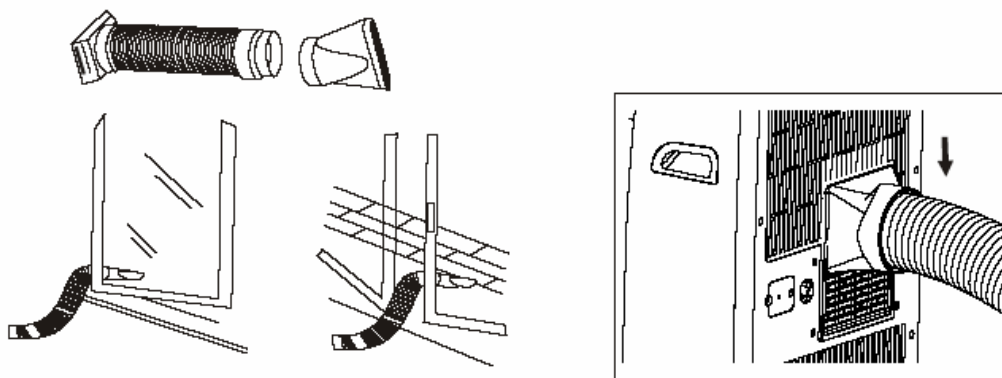

Fig.9
1. Fijar uno de los extremos del conducto a la salida de aire del aire acondicionado portátil, empuje hacia abajo y asegúrese de sujetarlo bien. (Ver Fig.9)